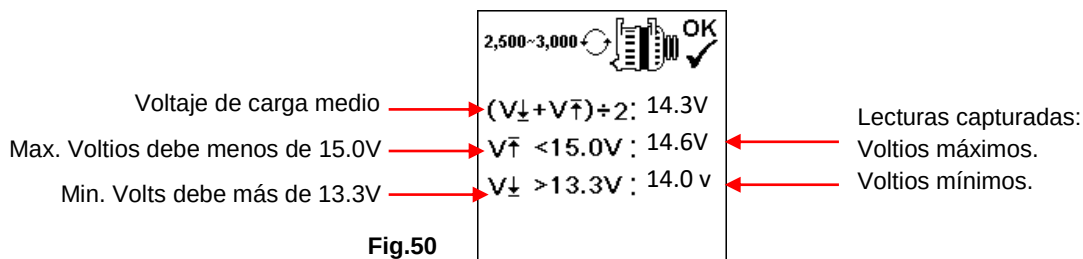

Fig.50
5. Mientras sigue sosteniendo alrededor 2,500 – 3,000 RPM, el temporizador comenzará a cuenta regresiva de 10s a 0s. Tan pronto como llegue a 0s, los resultados se mostrarán automáticamente en pantalla como ejemplo que se muestra a continuación (Fig.50):
Continúe de la prueba anterior (cualquiera de las dos Fig. 50, 51 o 52); el analizador procederá automáticamente a la prueba de carga a 1,500 a 2,000 RPM. La pantalla mostrará como se muestra a continuación (Fig.53):